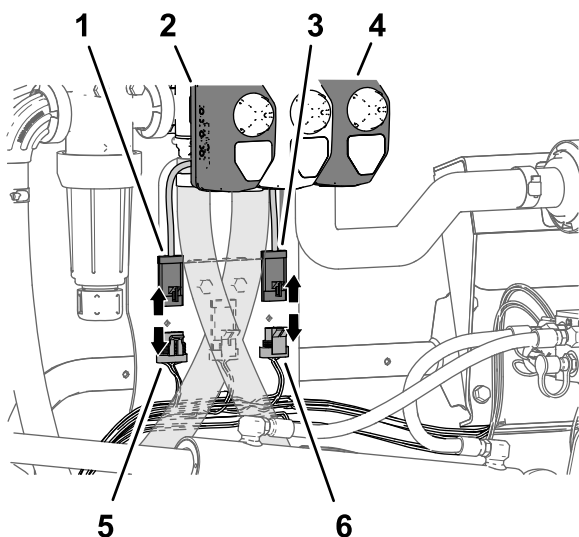

Figure 32
2. Débranchez le connecteur à 4 douilles du faisceau de la machine étiqueté RATE VALVE du connecteur à 4 broches de l'actionneur de vanne de débit (Figure 32).
3. Débranchez le connecteur à 3 douilles du faisceau de la machine étiqueté MASTER SPRAY VALVE du connecteur à 3 broches de l'actionneur de vanne de pulvérisation générale (Figure 32).